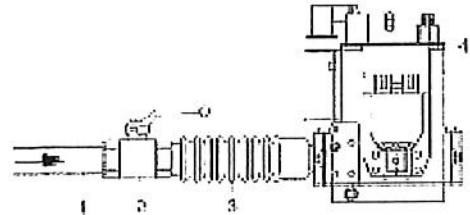

Fig. 2
Le branchement au conduit d'alimentation du gaz doit avoir des dimensions adéquates et correspondantes au type d'installation à effectuer et il doit être exécuté en réalisant la "rampe de gaz" comme illustré sur la Fig. 2; tuyau de gaz (1), vanne d'arrêt (2) et joint anti vibrations (3) ne sont pas fournis avec le générateur et doivent être posés par l'installateur qui les reliera au groupe soupapes gaz (4) fourni avec le générateur d'air chaud.